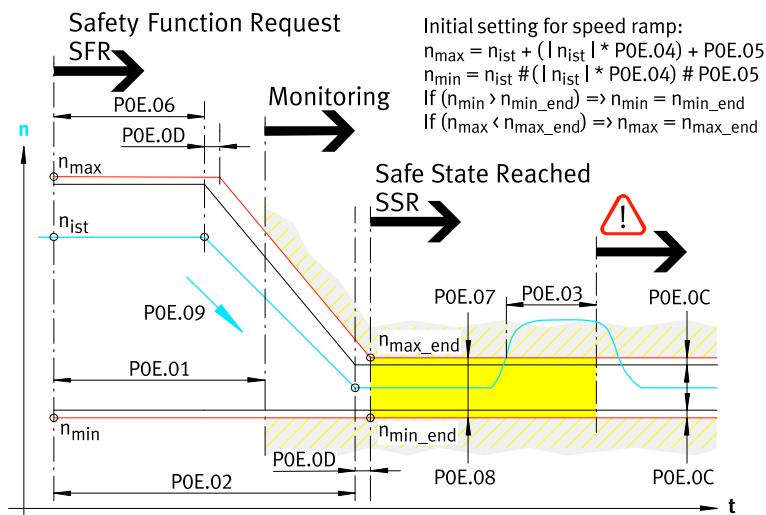

Fig. 40 Диаграмма последовательности действий SSF0
Функция обеспечения безопасности SSF0 в стационарном состоянии контролирует скорость привода. Разрешенный коридор скорости определяется параметрами “Безопасная скорость - верхний предел” (POE.07/...,  $n_{max\_end}$ ) и “Безопасная скорость - нижний предел” (POE.08/...,  $n_{min\_end}$ ) (→ Fig.40, правая часть).
- Положение стартового окна задается относительно желаемого коридора скорости, стартовые значения при необходимости адаптируются так, чтобы образовался сужающийся трапецеидальный коридор скорости → Fig.40.